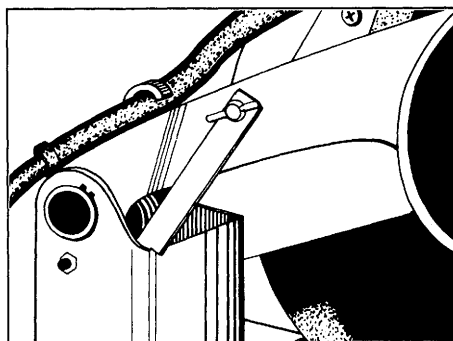

图 8
2. 当切轮直径磨损得小于 355 毫米（14 吋）时，请按照图 8 所示设定停止板并旋紧蝶形螺栓。